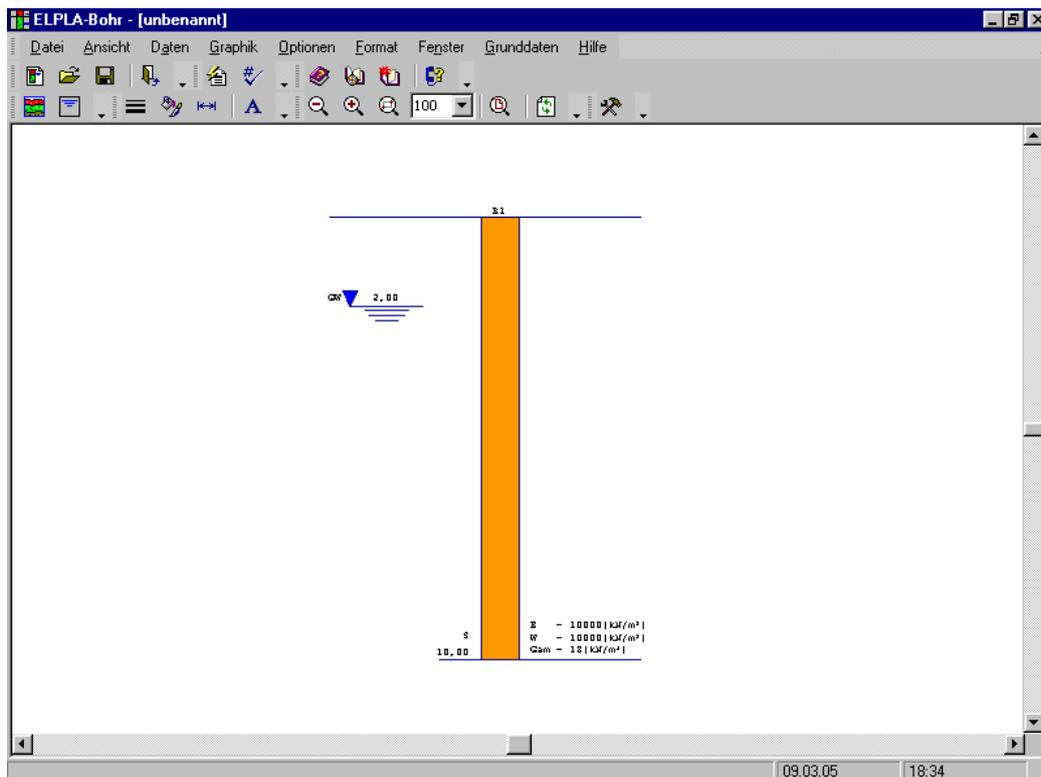
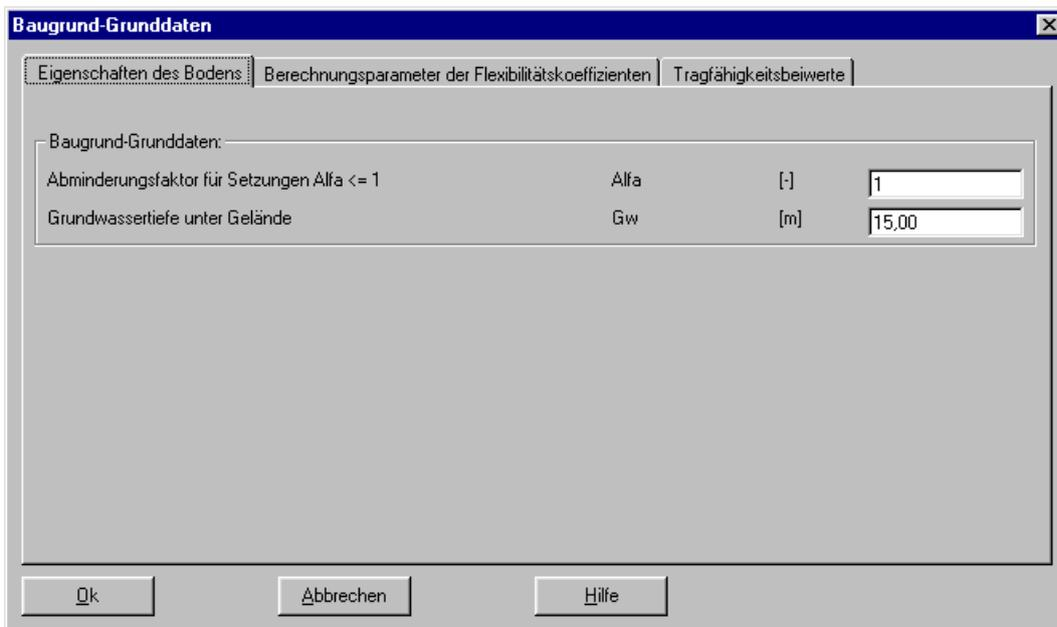

Bild 3-13 Unterprogramm *ELPLA-Bohr* mit einem Standardbohrprofil
Bild 3-19 Dialogfeld "Baugrund-Grunddaten"
- Wählen Sie "Baugrunddaten" aus dem "Daten"-Menü des *ELPLA-Daten*-Fensters. Das folgende Unterprogramm im Bild 3-13 erscheint mit einem Standardbohrprofil
- Wählen Sie den Befehl "Baugrund-Grunddaten" aus dem "Daten"-Menü im Bild 3-13. Das folgende Dialogfeld im Bild 3-19 erscheint
- Hier geben Sie den Abminderungsfaktor für die Setzung α [-], *Poissonzahl* des Bodens ν_s [-] und Grundwassertiefe unter Gelände G_w [m] ein, wie im Bild 3-19 gezeigt
- Klicken Sie auf "OK" im "Baugrund-Grunddaten"-Dialogfeld im Bild 3-19